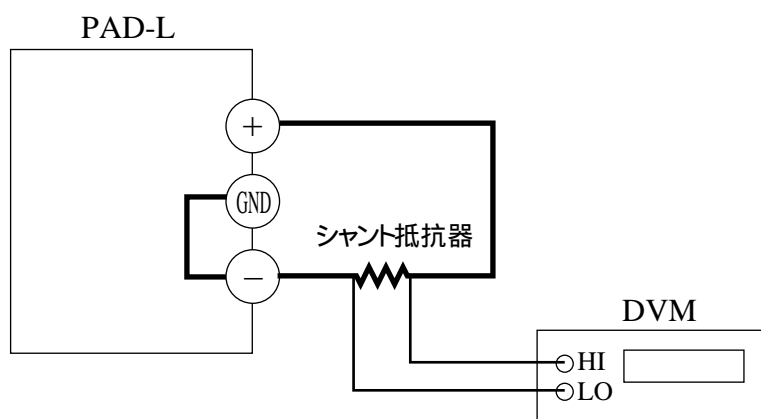

図 6-8 電流系の調整の接続
2. 図6-8のように出力端子にシャント抵抗器と外部電圧計 (DVM) を接続します。